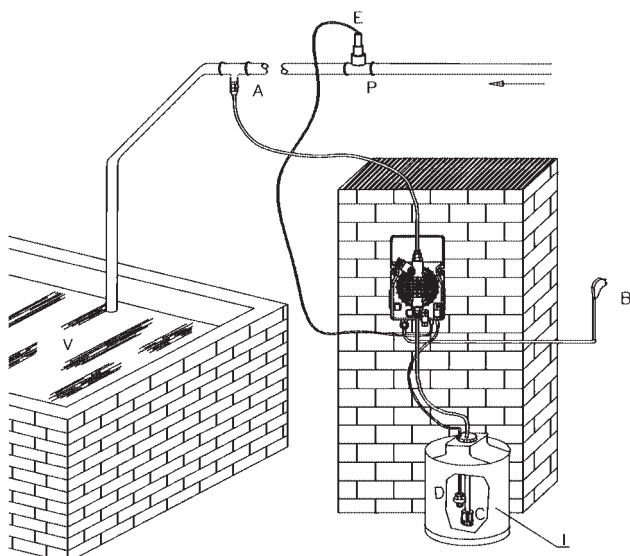

Fig. 16
7.2 - SCHEMA DI IMPIANTO TIPICO (Fig. 16)